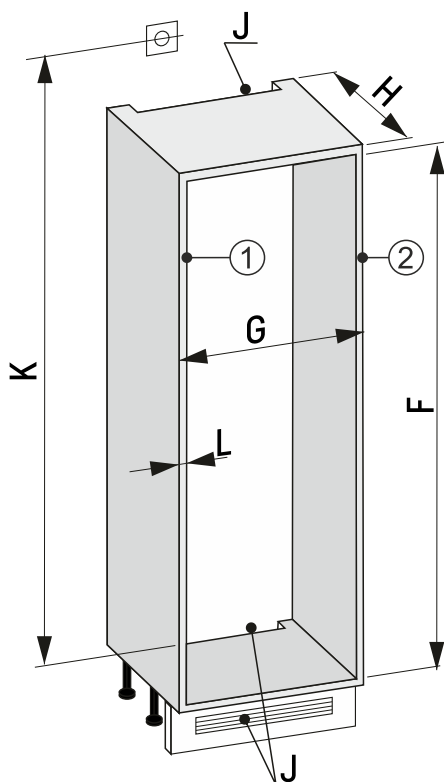

Fig. 88 Nicchia da 30"
- Misurare lo spessore della parete del mobile Fig. 88 (L).